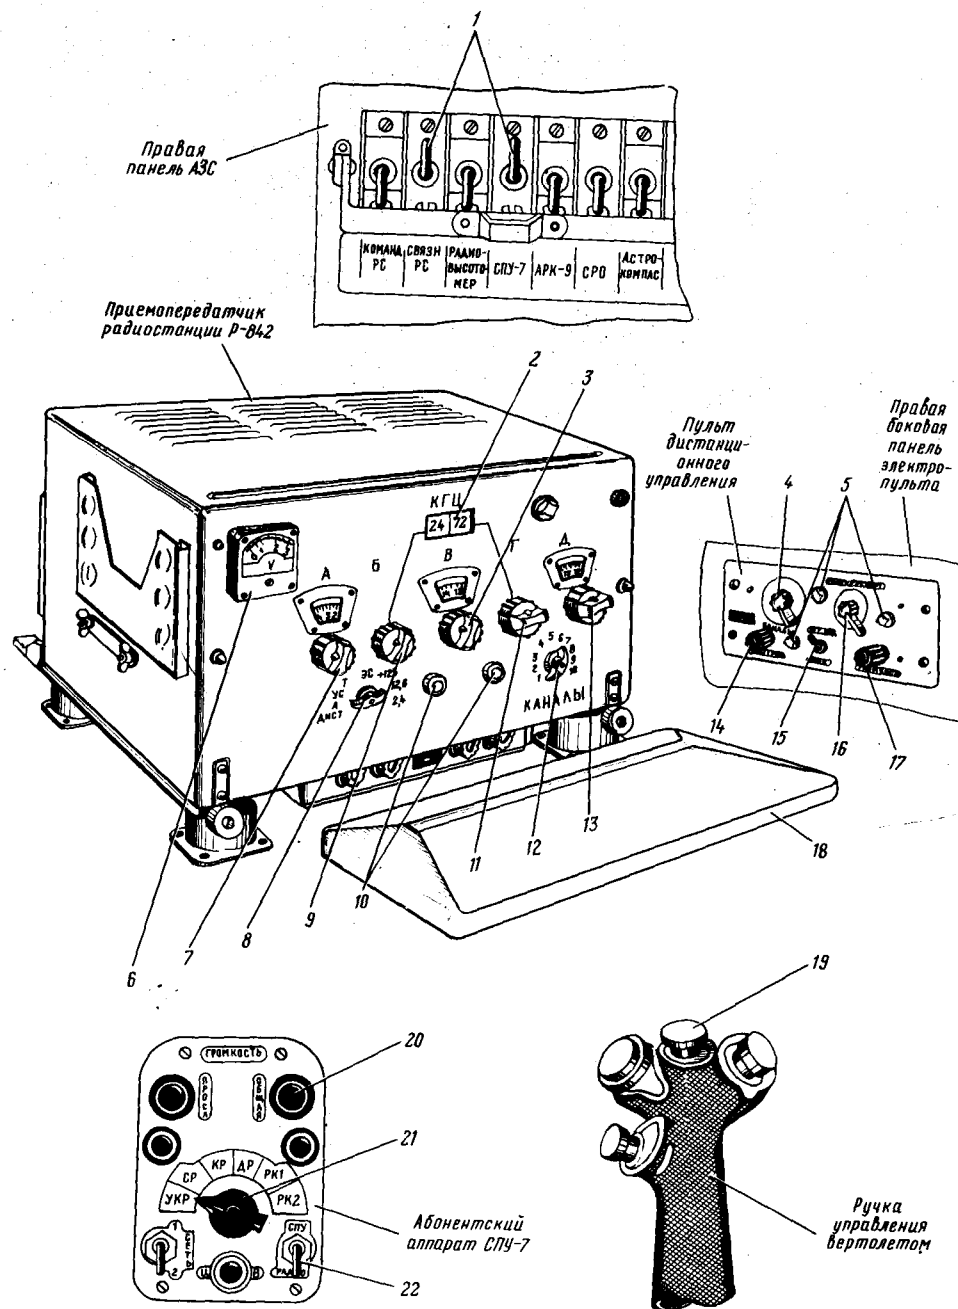

Рис. 28. К проверке работоспособности радиостанции Р-842:
1. Установить переключатель 16 (рис. 28) рода работ на пульте дистанционного управления радиостанции в положение «Выкл.», переключатель 21 средств радиосвязи на абонентских аппаратах — в положение «СР», а переключатель 22 «СПУ — Радио» — в положение «Радио».